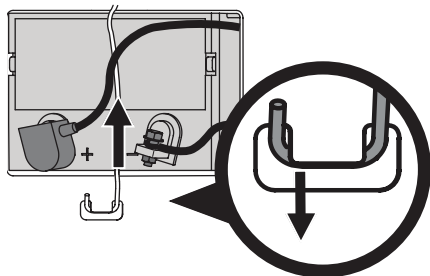

Figura 12
3. Extraiga el soporte de sujeción de la batería empujando el extremo de acoplamiento hacia afuera de la lengüeta de la tapa de protección que está a la derecha de la batería. Luego levante el soporte de sujeción de la batería para liberar la batería (Figura 12).